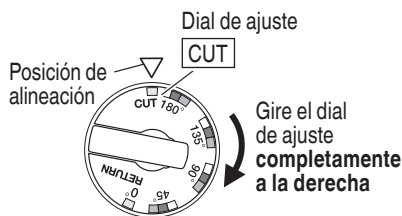

Fig. 34
- (1) Posicione el dial de ajuste en la posición "CUT" (Fig. 34).